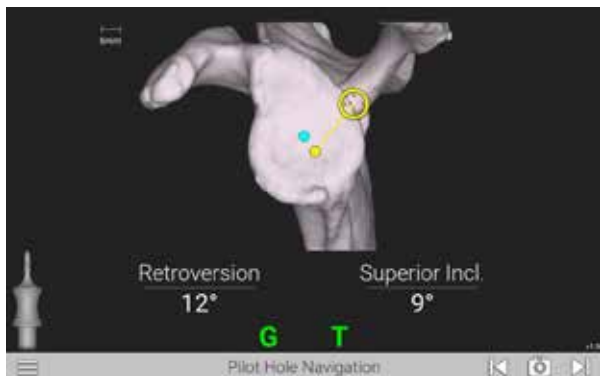

図54a
画面のガイダンスに従って、計画どおりにコンポーネントを配置します (図54aおよび54b)。パイロット孔とKワイヤー挿入の画面は、両方とも同様の方法でドライバーの位置をリアルタイムにフィードバックしながらガイドします。
- ドリルの位置決めのため、ドリルの先端は黄色いポイントで示されます (図54aおよび54b)。
- 計画位置は青いポイントで示されます (図54a)。